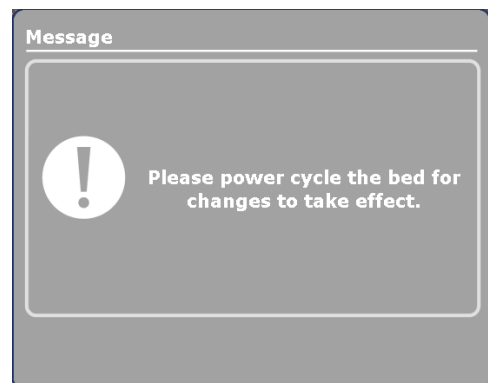

Figure 34 : Écran «Arrêt - Redémarrage»
4. Après avoir appuyé sur le bouton **OK**, l'écran «Arrêt - Redémarrage» (figure 34) s'affichera pour demander d'arrêter et de redémarrer le lit.
5. Arrêtez et redémarrez l'alimentation du lit en plaçant d'abord l'interrupteur de la batteries à **OFF** (O), puis en débranchant le cordon d'alimentation du lit de la prise murale. Branchez ensuite le cordon d'alimentation du lit dans la prise murale et placez l'interrupteur de la batterie à **ON** (I).